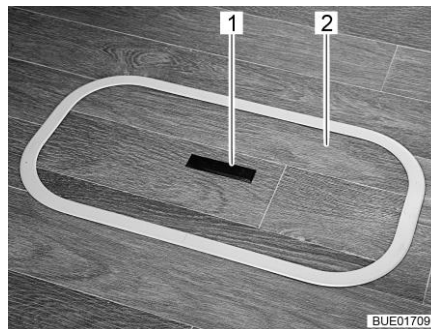
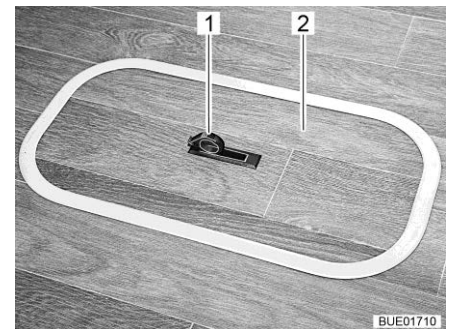

Bild 50 Lock för golvfacket (handtag
Bild 51 Lock för golvfacket (handtag
- Tryck nedåt på ena sidan av gripplattan (Bild 50,1). Handtaget (Bild 51,1) svängs upp.
- Ta av locket (Bild 50,2 eller Bild 51,2) uppåt.